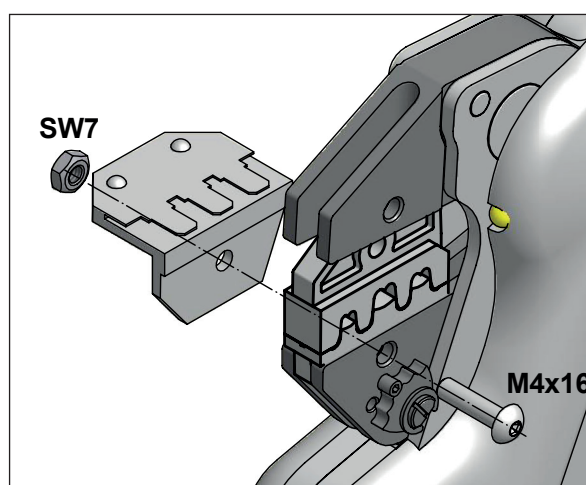

Abbildung 7
8.1.2.1 Beispiel für unisolierte, offene Steckverbinder, D-Sub-Stecker usw. (Bild 7)
5. Kontaktaufnahme, wie im Bild 7 dargestellt, auf Schraube M4x16 aufschieben und mit Mutter (SW 7) festziehen.